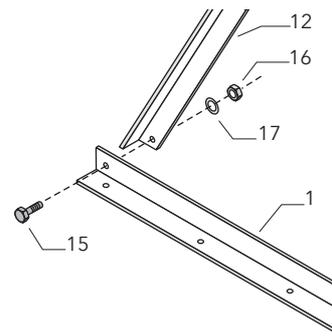

Bild 14 Kollektorprofil mit Bodenprofil verschrauben.
Nach Bild 14 Kollektorprofil (12) mit dem Bodenprofil (1) zusammensetzen und mit Schraube (15), Unterlegscheibe (17) und Mutter (16) befestigen.